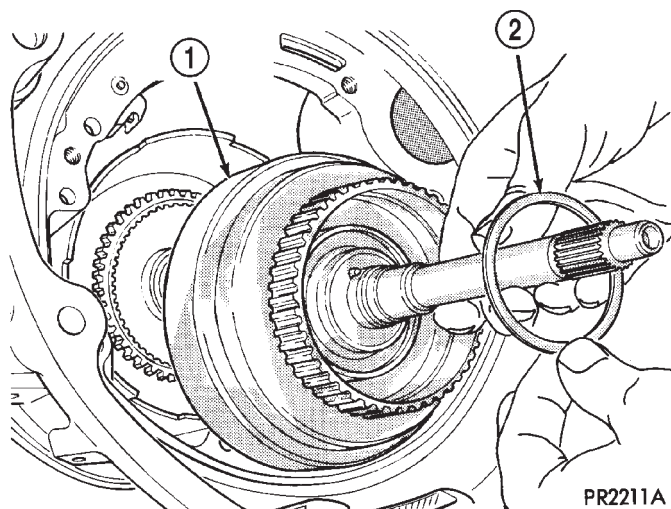

Fig. 55 Arandela de empuje nº 2 y embrague trasero
(14) Instale la arandela de empuje nº 2 (Fig. 55).
(13) Instale el conjunto del embrague trasero (Fig. 55). Asegúrese de que todos los discos estén acoplados en las acanaladuras del engranaje planetario delantero, de lo contrario se producirá un fallo del transeje.